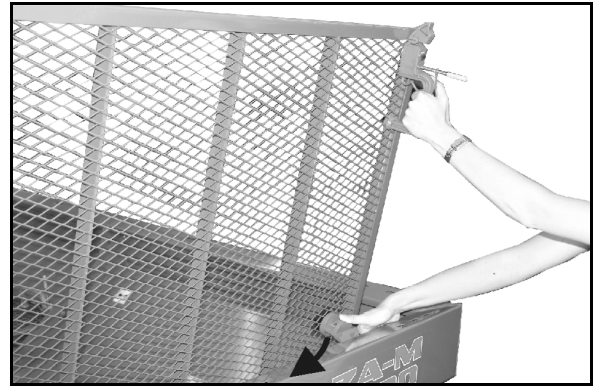

Рис. 18
3. Відкиньте захисну решітку догори, щоб фіксатор зачепився за край бункера (Fig. 18).
- Перед закриванням захисної решітки натисніть на фіксатор (Fig. 18).